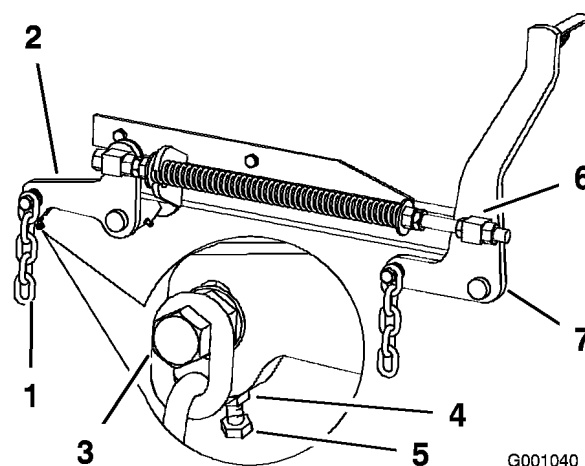

Figure 65
7. Si la distance mesurée au point **B** ou **C** n'est pas correcte, desserrez le boulon de fixation de la chaîne arrière au bras de support arrière (Figure 65).
8. Desserrez l'écrou de blocage sous le bras de support arrière et agissez sur le boulon de réglage de manière à obtenir une distance de 79 à 83 mm (Figure 65).
7. Desserrez d'environ 13 mm les écrous de blocage à l'avant des pivots avant gauche et droit (Figure 65).
8. Réglez les écrous de relevage sur les côtés gauche et droit de la machine de manière à abaisser l'avant de 6 à 10 mm au point **A** par rapport au point **B** à l'arrière (Figure 65).